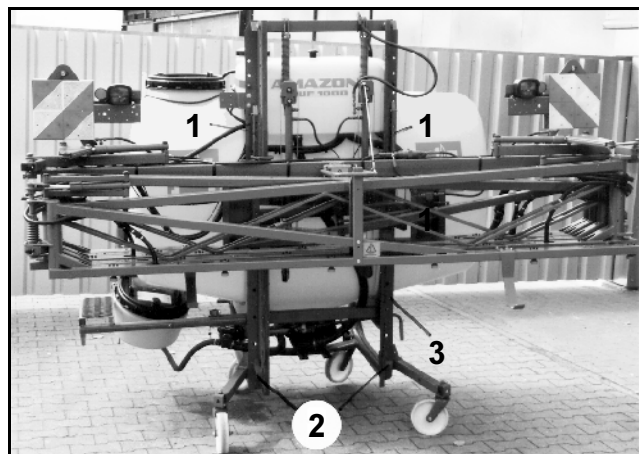

Рис. 47
- Передвиньте вручную как можно выше оба четырехгранных профиля (Рис. 47/1) и закрепите в этом положении путем поднятия упорных элементов (Рис. 47/2) на опоре штанг (Рис. 47/3).
- Глубже установите упорные элементы (Рис. 47/2) на опорах штанг (Рис. 47/3).